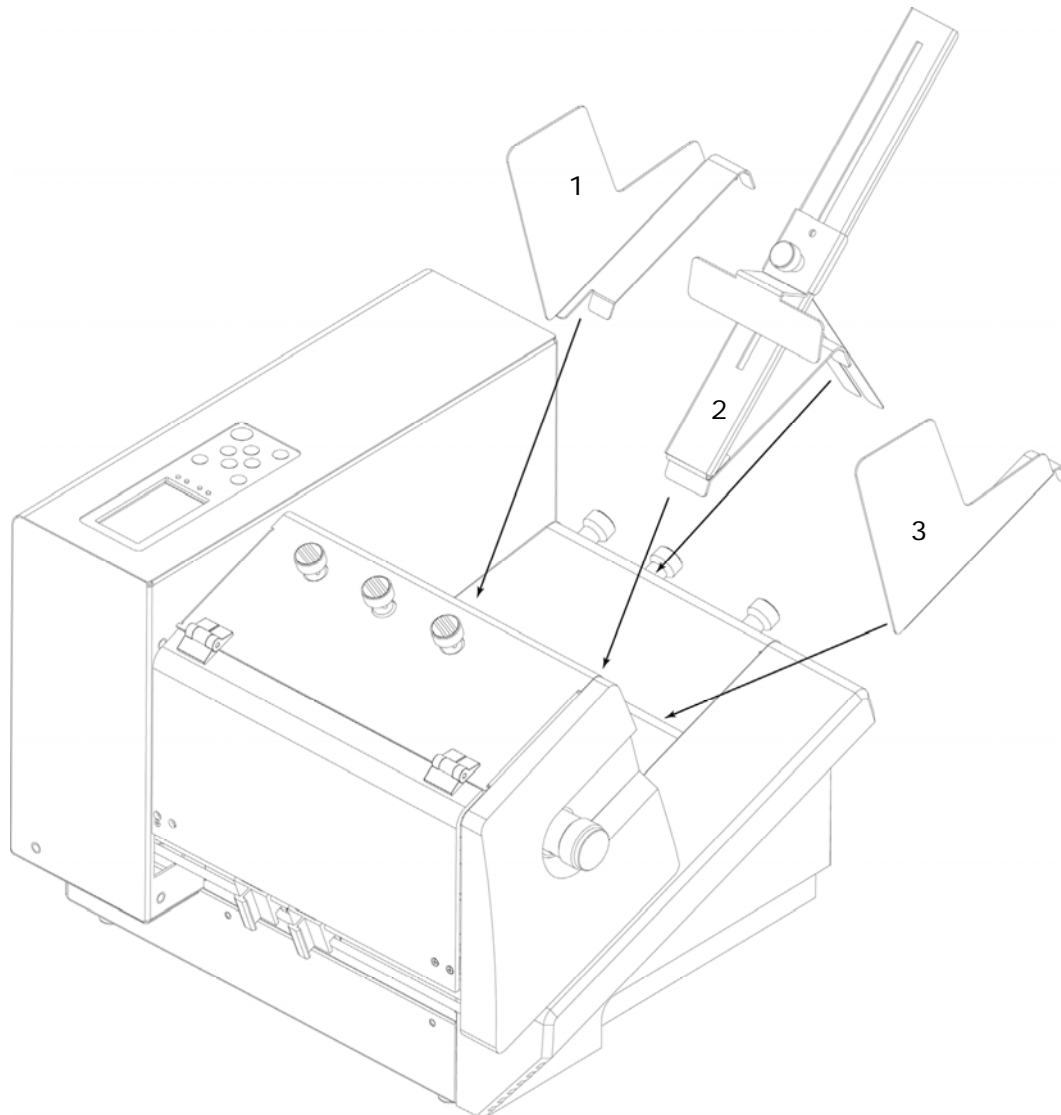

Abbildung 4: Montage I
- Bringen Sie den schmalen Anlagewinkel (innen) (1) neben der Druckerseitenwand an. Bringen Sie dann die Papierzuführungsrampe (2) und entweder den zweiten schmalen Anlagewinkel (außen) (3) oder den mittleren Anlagewinkel (außen) an (in Abbildung 4 Abbildung 4 nicht dargestellt).